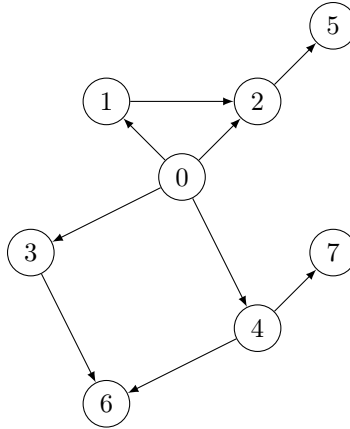

Figura 1: Diseño de la red eléctrica
De entre todos los conmutadores se distingue uno por su importancia: la central (marcada con el número 0) que es el punto que inicia la distribución de energía eléctrica por la red. La Figura 1 muestra el diseño de una red eléctrica a modo de ejemplo —en el que, sin embargo, no se han indicado explícitamente las capacidades máximas de cada enlace.
Considerando exclusivamente la red eléctrica mostrada en la Figura 1, se pide responder razonadamente las siguientes preguntas:
- (a) (**1 punto**) Se pide modelizar la distribución de corriente eléctrica entre los nodos de la Figura 1, como un problema de satisfabilidad lógica.
- a) *Casos base*: los casos más elementales se corresponden con la distribución eléctrica desde la central (mostrada en la Figura 1 como el nodo 0) hasta sus nodos adyacentes.